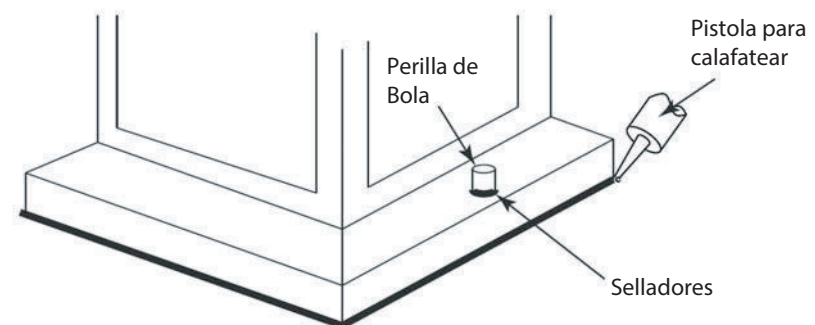

Figura 2
1. Conecte el cable de alimentación positiva (A) (normalmente negro el lado no marcado suave del cable de dos conductores) de plomo accesorio positivo (B) con un giro de tamaño apropiadamente conector – **Véase la Figura 2 y 3**.
2. Conecte el cable de alimentación negativa (C) (por lo general de color blanco o el lado marcado estriado del cable de dos conductores) de plomo accesorio negativo (D).
Loop alambre de tierra (E) (generalmente de cobre o verde recubierto de plástico) debajo de la cabeza del tornillo de tierra (S) en la brida de montaje accesorio (M) y conectar con el extremo suelto del cable de tierra luminaria directamente al cable de tierra del sistema de construcción con un tamaño adecuado twist-conectores – **Véase la Figura 2**.
Después asegurar fijo en su lugar, se recomienda que la distancia entre la parte superior y la base de montaje del accesorio se sellará con cualquier buen masilla impermeable de calidad o sellador de silicona (no incluido). También se recomienda que una pequeña capa de madilla o sellador de ser sometidos a los mandos de bolas utilizadas para montar accesorio - Véase la Figura 2.